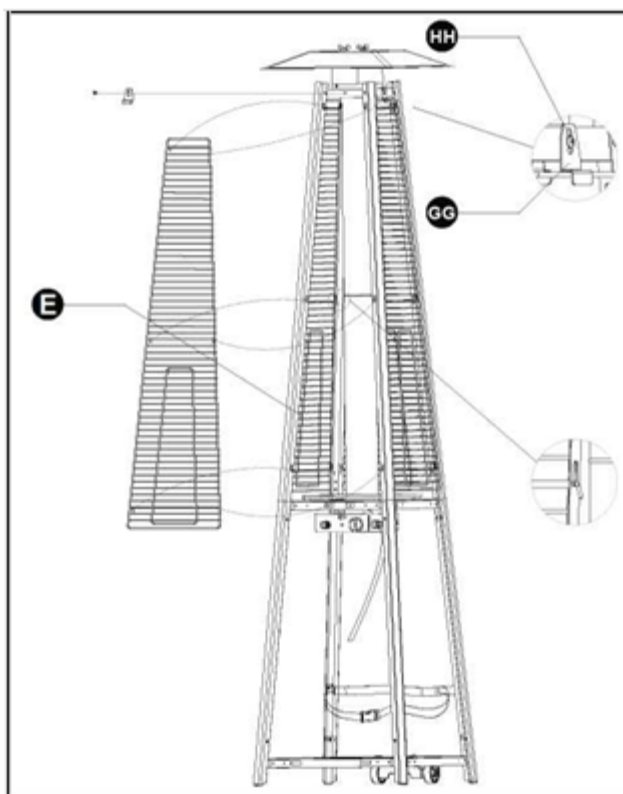

Рис. 11. Установка защитных решеток.
7. Установите защитные решетки (Е). Закрепите крючки защитных решеток (Е) в отверстиях в верхних опорах (D). Закрепите защитные решетки (Е) крепежными кронштейнами (GG) с помощью 4-х винтов 3/16" (НН), как показано на Рис.11.